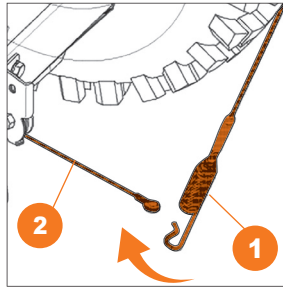

Рис. 4
- Переведите топливный кран 5 в крайнее правое положение (Рис. 4).